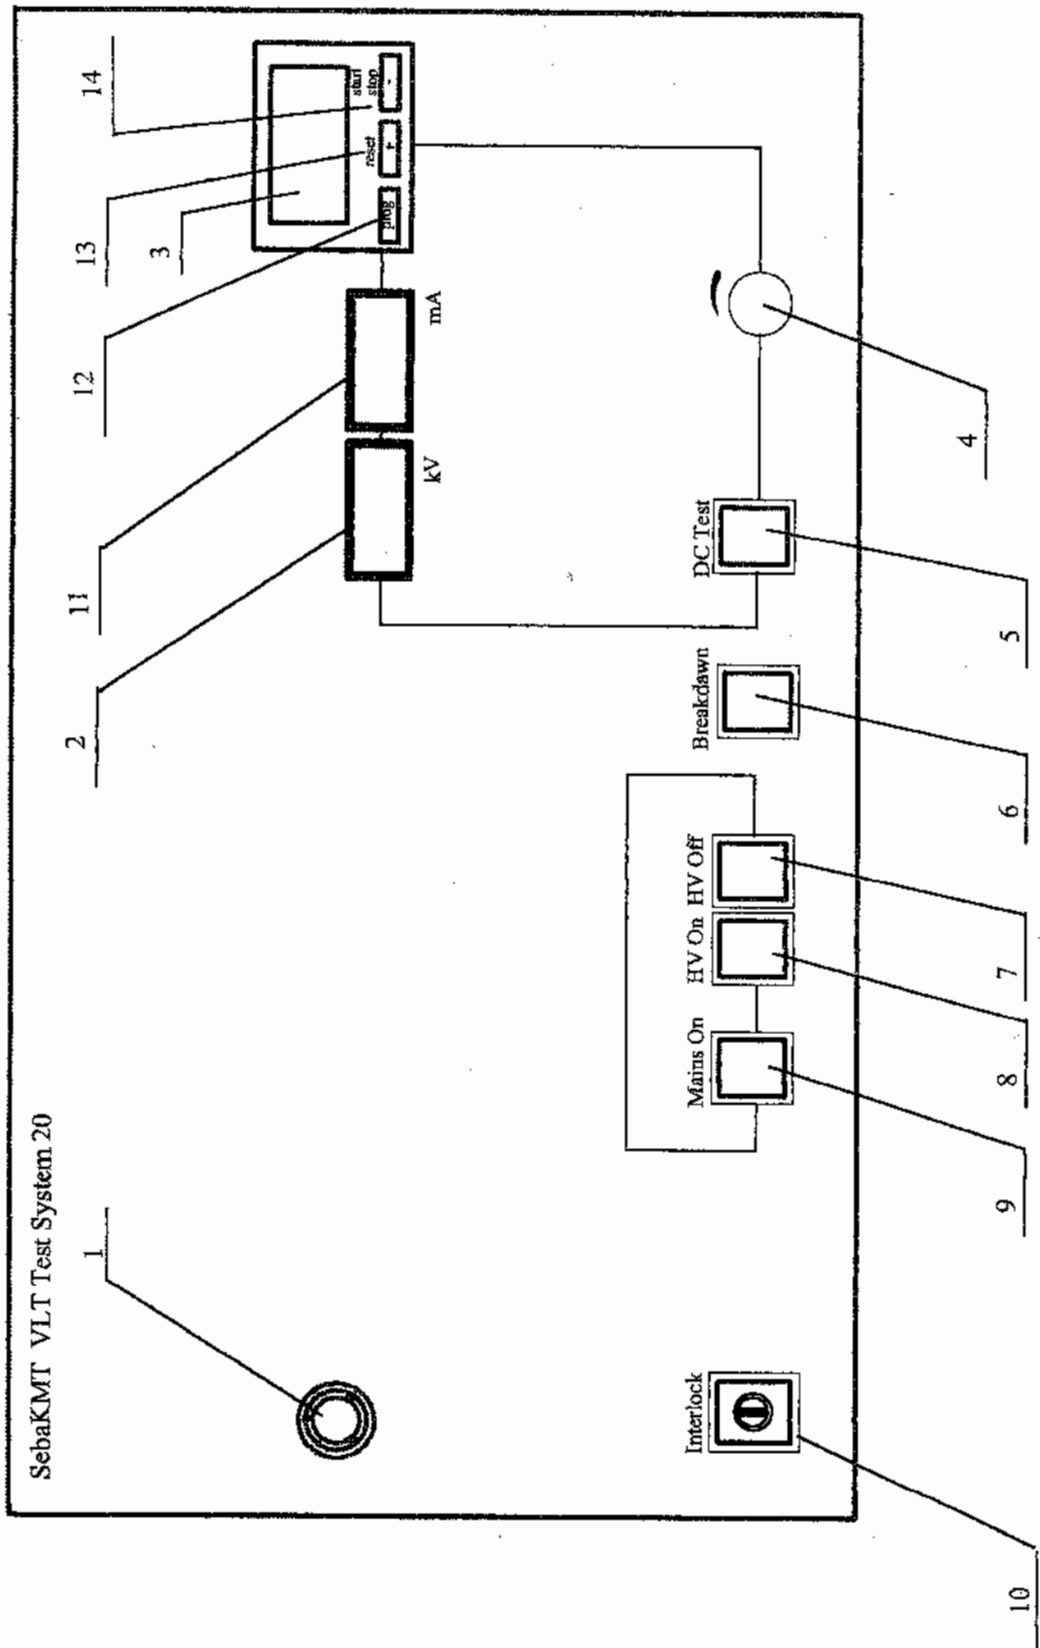

Рис. 1 Пульт управления установкой "VLF Test System 20 kV"
2.3. Органы управления, расположенные на лицевой панели, представлены на рис. 1.
4. Проведение испытаний переменным напряжением 0,1 Гц. (Рис.1)